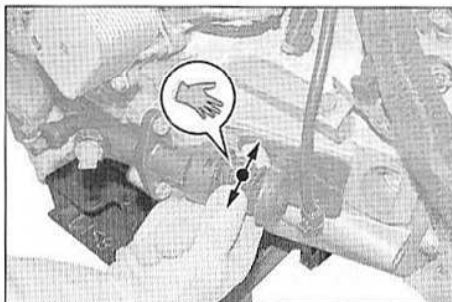

FIG.21
- Vérifier le positionnement de la tige du cylindre récepteur d'embrayage dans sa fourchette (Fig.21).